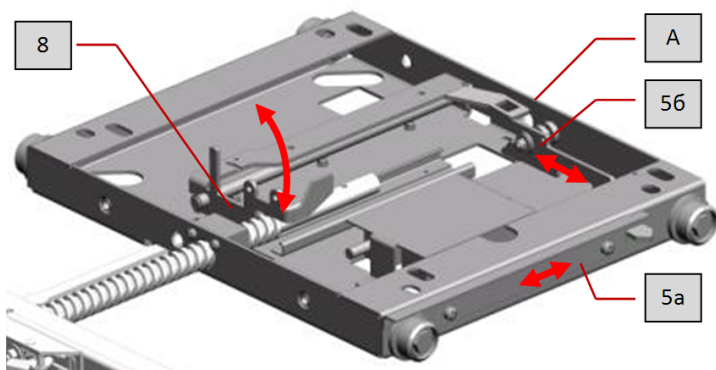

**Рис. 5 Тележка аппаратная:**
Тележка аппаратная (рис. 5) состоит из подвижной части (А), к которой крепится выключатель при помощи 4 болтовых соединений М12, и неподвижной (Б), являющейся опорой червячно-винтового механизма привода подвижной части. Перемещение подвижной части относительно неподвижной осуществляется посредством винта (1) при помощи рукоятки оперирования выкатным элементом (рис. 13), которая устанавливается в гнездо (2).
1.4.1.5.1. Механическая блокировка перемещения выкатного элемента (11) при открытой двери ячейки препятствует установке рукоятки оперирования выкатным элементом в гнездо (2) (рис. 5).
обозначения согласно рис. 5
связи с заземлителем и другими коммутационными аппаратами ячейки (рис. 5). Нажимная планка блокировки заземлителя (5а) управляет шторкой гнезда оперирования заземлителем, разрешая оперирование им только в контрольном (выкаченном) положении выключателя. С другой стороны, механизм заземлителя воздействует на планку блокировки винта привода тележки (5б), утапливая ее внутрь основания (3), при включенном заземлителе. Планка блокировки винта привода (5б), в свою очередь, через систему рычагов блокирует винт (1) привода тележки аппаратной (рис. 6).
Блок-контакты выключателя (12) (рис. 3) и блок-контакты силовой пружины (18) расположены на приводе выключателя. Блок-контакты тележки аппаратной (6) (рис. 5) расположены на подвижной части (А) тележки аппаратной.